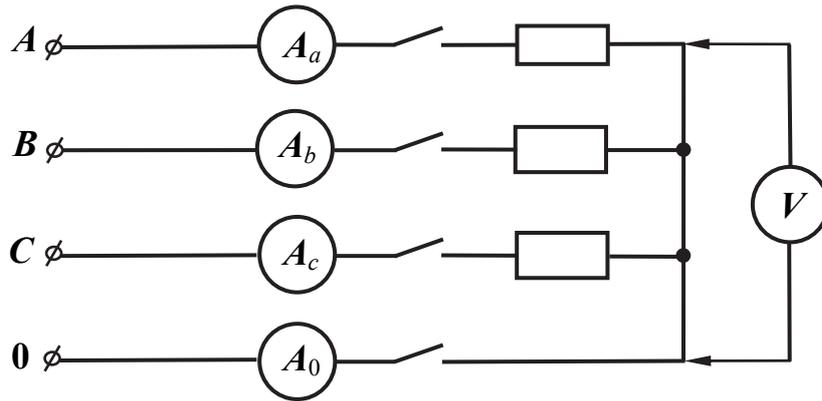

Рис. 14.1
1. Собрать электрическую схему трёхфазной цепи с нейтралью (рис. 14.1). Нагрузкой служат три резистора по 1 кОм.